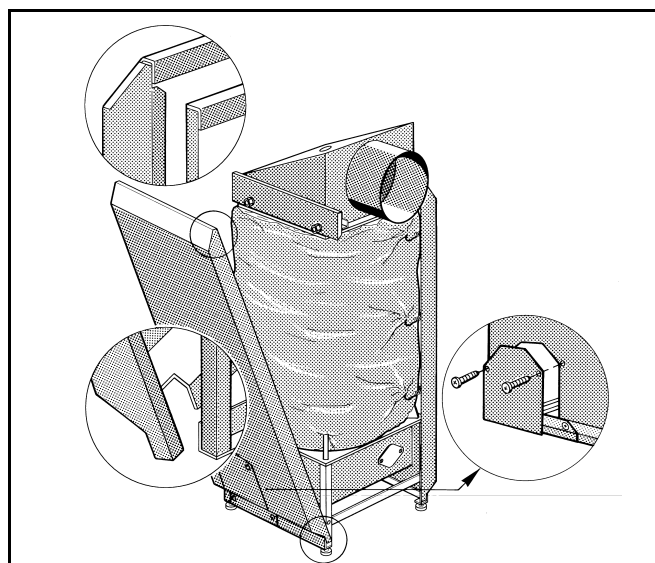

Fig. 10
- Svitare entrambe le viti autofillettanti superiori e togliere il pezzo di riempimento (fig. 10).
Immettere la parete laterale destra e sinistra con la piegatura, in basso nei listelli angolari di base ed appenderle sopra con la piegatura a U nelle traverse. Fare attenzione agli intagli per le gambe della base (fig. 10).